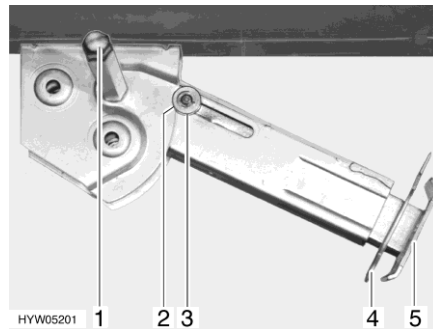

Bild 15 Stödben
- Placera hylsnyckeln på sexkanten (Bild 15,1) och vrid runt den tills stödbenet står rakt neråt.
- Drag ut sprinten (Bild 15,4) ur stödbensförlängningen (Bild 15,5).
- Placera hylsnyckeln på sexkanten (Bild 15,1) och vrid runt den tills stödbenet inte längre sitter mot marken.
- Skjut in stödbensförlängningen (Bild 15,5) helt och sätt in sprinten (Bild 15,4) i borrhålet på stödbensförlängningen.
- Vrid på sexkanten (Bild 15,1) med hylsnyckeln tills stödbenet har svängts upp och styrbrickan (Bild 15,3) befinner sig längst upp i skåran (Bild 15,2).